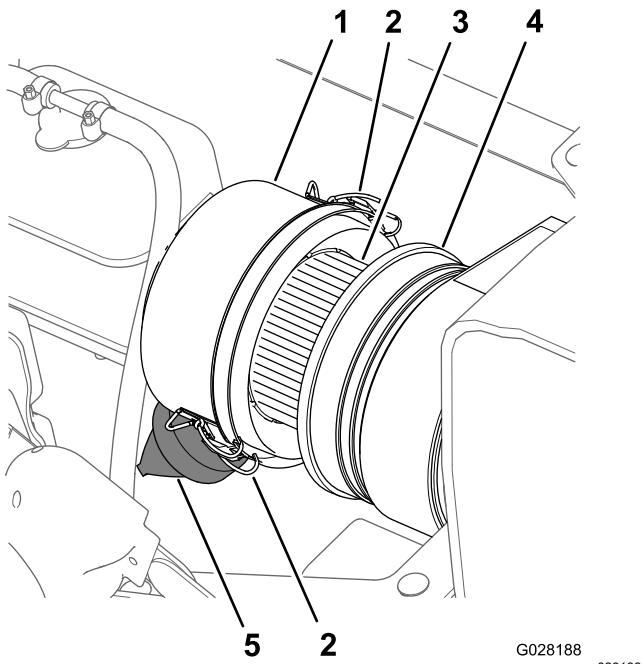
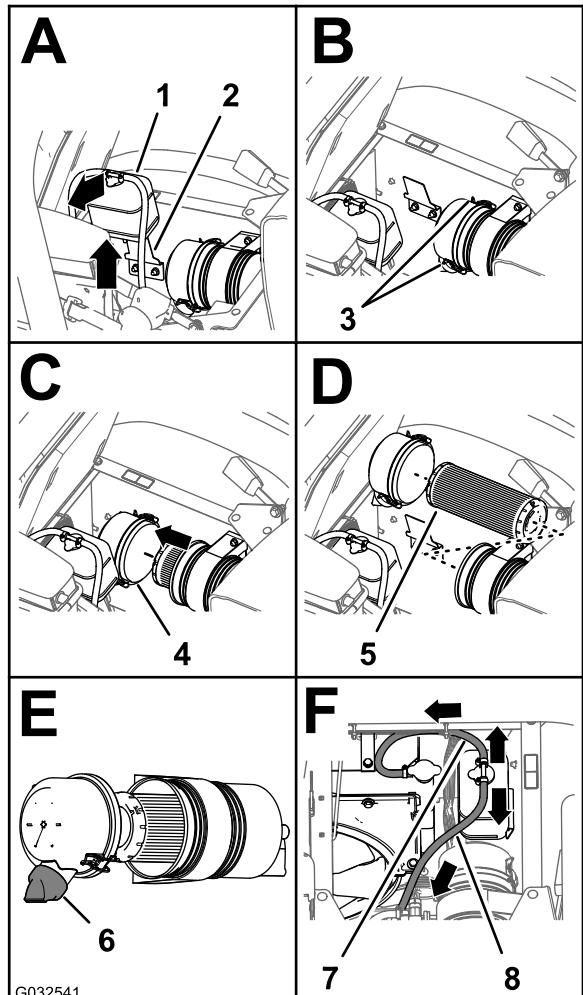

Figura 64
Figura 65
3. Limpe o tampão antipoeira e o corpo do filtro de ar (Figura 64).
4. Verifique se existe algum dano no corpo do filtro de ar que possa provocar uma fuga de ar (Figura 64).
- Aperte a válvula do pó para a limpar de sujidade, pó e detritos (Figura 64).
- Verifique se o elemento do filtro de ar tem acumulação excessiva de pó, sujidade e detritos (Figura 64).
- Instale o tampão antipoeira no corpo do filtro de ar e fixe o tampão com os 2 trincos (Figura 64).
- Limpe o tampão antipoeira e o corpo do filtro de ar (Figura 64).
- Levante o depósito de expansão do líquido de refrigeração e retire-o do suporte do depósito (Figura 65).
- Solte os 2 trincos que fixam o tampão antipoeira ao corpo do filtro de ar (Figura 65).
- Limpe o interior do tampão antipoeira, do corpo do filtro de ar e da válvula antipoeira com um trapo húmido (Figura 64 e Figura 65).
- Introduza o elemento do filtro de ar no corpo do filtro de ar (Figura 65).
8. Instale a cobertura no corpo do filtro de ar e fixe-a com os 2 trincos (Figura 65).
- Nota:** Certifique-se de que a válvula do pó está alinhada entre a posição das 5 e das 7 horas, quando vista da extremidade (Figura 65).
9. Alinhe o depósito de expansão do líquido de refrigeração com o suporte do depósito e posicione o depósito com firmeza (Figura 65).
Importante: Certifique-se de que a tubagem de descarga da pressão é encaminhada para fora e para baixo e a tubagem de ventilação do depósito é encaminhada para trás, como se mostra na Figura 65.